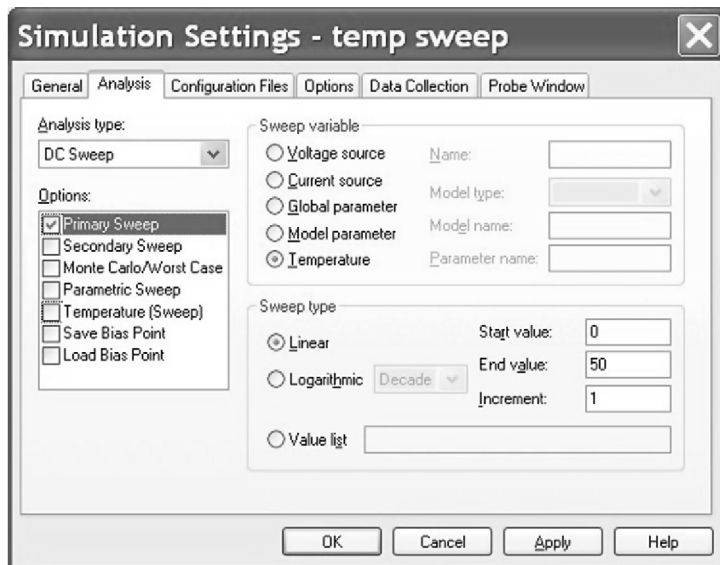

图 15.6 直流温度扫描分析设置
2. 如图 15.6 所示，对电路进行直流线性温度扫描分析设置，起始温度为  $0^\circ\text{C}$ ，结束温度为  $50^\circ\text{C}$ ，步进为  $1^\circ\text{C}$ 。